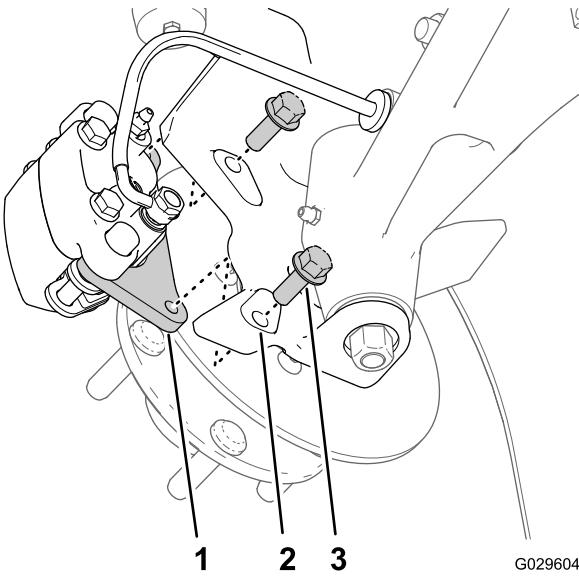

**Figura 26**
2. Retire las 5 tuercas que sujetan la rueda al cubo (Figura 26).
4. Alinee los taladros de la rueda con los espárragos del cubo y monte la rueda en el cubo con la válvula hacia fuera (Figura 26).
5. Sujete la rueda al cubo con las tuercas (Figura 26), y apriete las tuercas a 108–122 N·m.